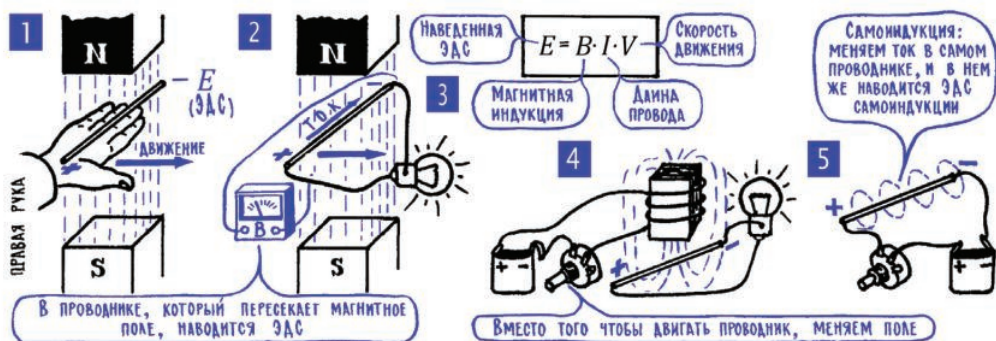

Рис. 5.7. Электромагнитная индукция
Электричество из магнетизма впервые получил замечательный английский физик Майкл Фарадей. Он самыми разными способами пытался расположить проводник возле магнита, полагая, что для получения тока нужно лишь придать проводнику удачную форму и найти ему удачное место в магнитном поле. И только спустя много лет5 Фарадей обнаружил, может быть, даже случайно, что для получения тока в проводнике, кроме этого проводника и магнита, нужно еще одно обязательное слагаемое – движение. Электродвижущая сила на концах проводника, а при замкнутой цепи и ток в нем, появляется, если проводник определенным образом двигать в магнитном поле (рис. 5.7; 1). Это явление называется электромагнитной индукцией (в переводе на русский – электромагнитным наведением).
Величина наведенной ЭДС  $E$  зависит от длины проводника  $l$ , от индукции внешнего магнитного поля  $B$  и еще, конечно, от скорости движения проводника  $V$ . Чем быстрее он движется, тем больше наведенная электродвижущая сила (рис. 5.7; 3).
**11. Различные способы наведения ЭДС – индукция, взаимоиנדукция, самоиндукция.** Для того чтобы в проводнике навелась ЭДС, можно двигать его в магнитном поле, или, что то же самое, магнитное поле двигать относительно проводника. А можно еще поступить так: расположить рядом два проводника и в одном из них менять величину тока, например включив в цепь переменное сопротивление (рис. 5.7; 4). Раз в первом проводнике меняется ток, то, значит, меняется и его магнитное поле. А оно, это меняющееся поле, охватывает второй проводник и наводит в нем ЭДС точно так же, как это делало магнитное поле движущегося магнита. Такой способ наведения ЭДС называется взаимоиנדукцией.
Уберем второй проводник и внимательно посмотрим, что происходит в первом, когда в нем меняется ток. Этот меняющийся ток, как мы только что установили, создает меняющееся магнитное поле. Но ведь это поле не только действует в пространстве вокруг проводника, оно пронизывает и сам проводник. И когда собственное магнитное поле проводника меняется, то оно, по всем правилам электромагнитной индукции, наводит ЭДС в самом этом проводнике (рис. 5.7; 5). Такой способ наведения называют самоиндукцией, а наведенную ЭДС – электродвижущей силой самоиндукции.
ЭДС максимальна – проводник движется строго перпендикулярно полю. Такая же максимальная ЭДС наводится и в случае рис. 6.1; 5. Здесь, правда, проводник движется в другом направлении и полярность ЭДС, конечно, меняется на обратную (по сравнению с рис. 6.1; 4). Так бывает всегда: полярность наведенной ЭДС всегда зависит от того, в каком направлении проводник пересекает магнитное поле, и определяется эта полярность по известному правилу правой руки (рис. 5.7; 1).